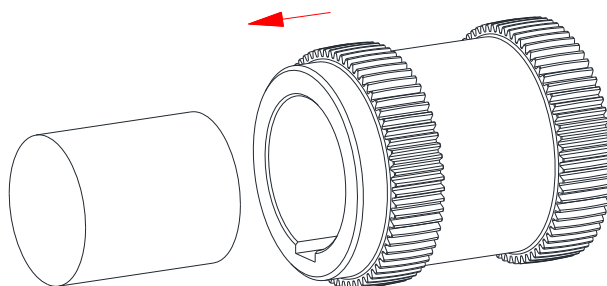

Bild 15: Montage der Nabe
- Montieren Sie die Nabe (Bauteil 2) auf die Welle der Abtriebsseite (siehe Bild 15).